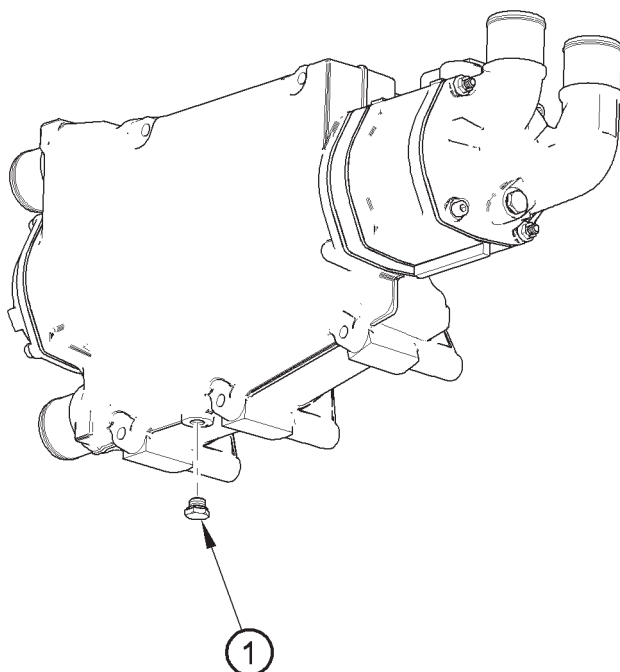

Figure 3
2. Retirez le bouchon de vidange (Figure 3, repère 1) de l'échangeur thermique.